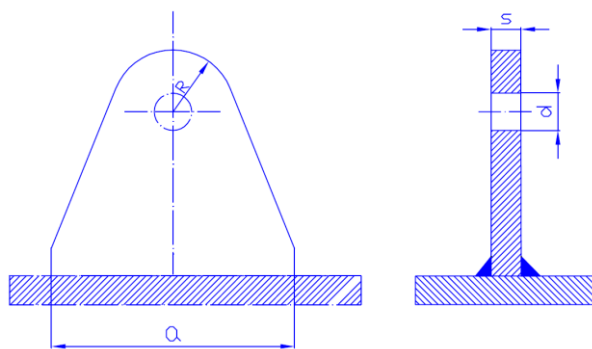

Рисунок 6
**Задача 2.** Определить радиус  $R$  рыма, обеспечивающий его прочность, и длину привариваемой кромки  $a$  (рисунок 6), если диаметр отверстия под захват  $d=30$  мм; усилие натяжения троса  $T=8$  тс; толщина рыма  $s=16$  мм; катет двустороннего шва  $k=6$  мм. Допустимое напряжение на срез рыма и сварного шва  $\tau = 80 \frac{\text{Н}}{\text{мм}^2}$ .